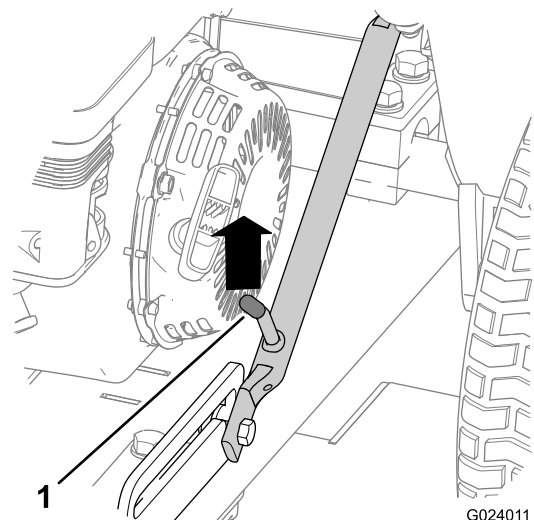

Figura 18
1. Sollevate il gruppo dell'attacco in modo che la leva del dispositivo di fermo sia sbloccata dal fermo di scorrimento (Figura 18).
5. Sollevate l'attacco (Figura 23) in modo che la leva del dispositivo di fermo sia bloccata nel fermo di scorrimento (Figura 18).